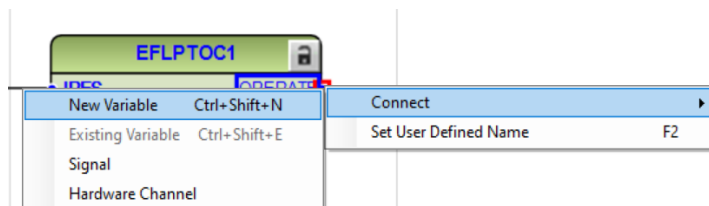

Imagen 238_Conexión de una nueva variable de salida para el bloque EFLPTOC1.
4.1.22 Del lado de la salida seleccionamos con clic derecho en la salida “OPERATE”, seleccionando “Connect - New Variable” como se observa en la **Imagen 238**.